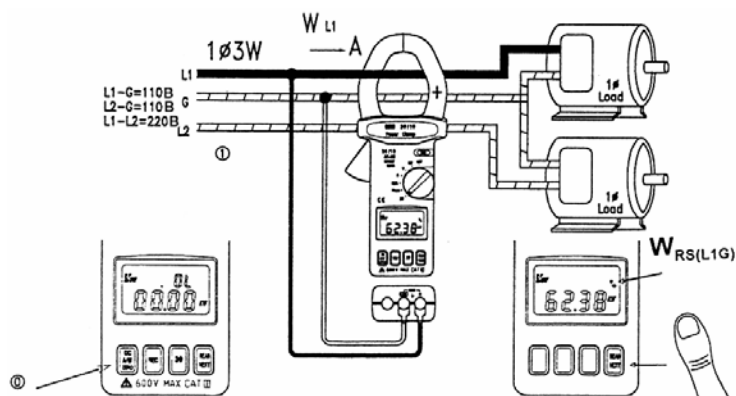

Рис. 14
9.2. Сначала замеряется  $W_{RS}$  (см. рис. 14).